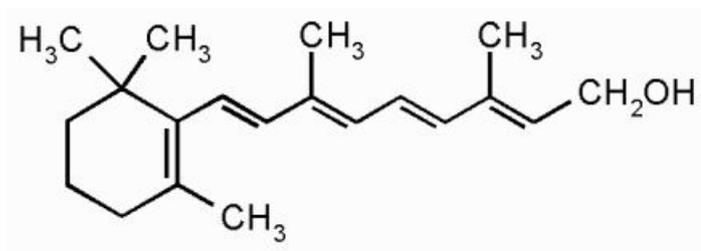

Рисунок 1 – Химическое строение ретинола
7) Все иллюстративные материалы (рисунки) должны быть содержательными (это могут быть графики, схемы, диаграммы, структурные формулы и др.). Их следует располагать непосредственно после текста работы (выравнивание по центру, без абзацного отступа), где они упоминаются впервые, или на следующей странице. Все рисунки в обязательном порядке должны быть пронумерованы и названы. Их нумеруют арабскими цифрами сквозной нумерацией (например, «Рисунок 1», «Рисунок 2» и т.д.) или в пределах раздела (например, «Рисунок 1.1» или «Рисунок 2.1» и т.д. Слово «Рисунок» и его название (через тире) помещают под рисунком, выравнивание по центру страницы без точки в конце (без абзацного отступа). На все рисунки в работе должны быть даны ссылки. При ссылке необходимо писать слово «рисунок» и его номер, например: «...в соответствии с рисунком 1...».